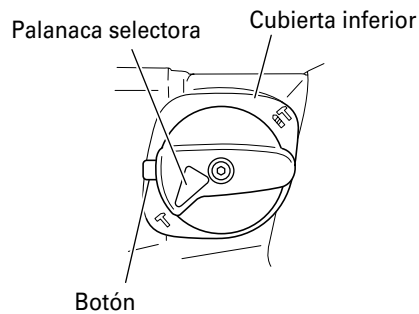

Fig. 7
- (1) Cambio a "martilleo"
- (b) Alinee la marca ▲ de la palanca selectora y **T** del sujetador de palanca, tal como se muestra en la Fig. 7.